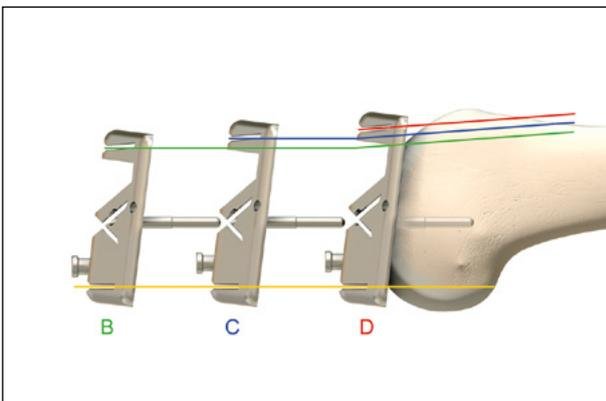

Fig. 18 Adattamento della misura del femore mediante modifica del blocco di taglio
*I livelli antero-posteriori dei componenti femorali balanSys **corrispondono a 3mm**. La distanza tra la sezione posteriore e il fissaggio con perni rimane per tutta la serie di blocchi di taglio esattamente la stessa, quindi tra le misure la fessura di flessione è costante (Fig. 18).*